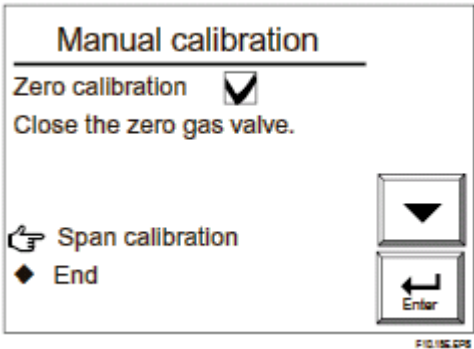

图 10.18 零点气校正完成（在手动校正显示中）
- (3) 从手动校正显示上，选择阀打开（开始校正）。检查趋势曲线看测量值是否稳定。然后，按[ENTER]键。手动校正显示如图 10.18 所示。然后立即停止零点气流动。顺时针完全关闭零点气调节阀。如果阀门调节器不能恰当的调节，针型阀不会完全关闭，零点气可能泄漏。